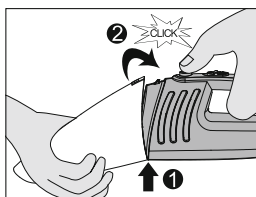

Fig. 13
6. Per reinserire il contenitore, seguire il contrassegno sull'apparecchio. Agganciare prima la parte inferiore del contenitore (1), quindi far scorrere la parte superiore sull'apparecchio (2) fino a percepire un «clic» di incastro (fig. 13).